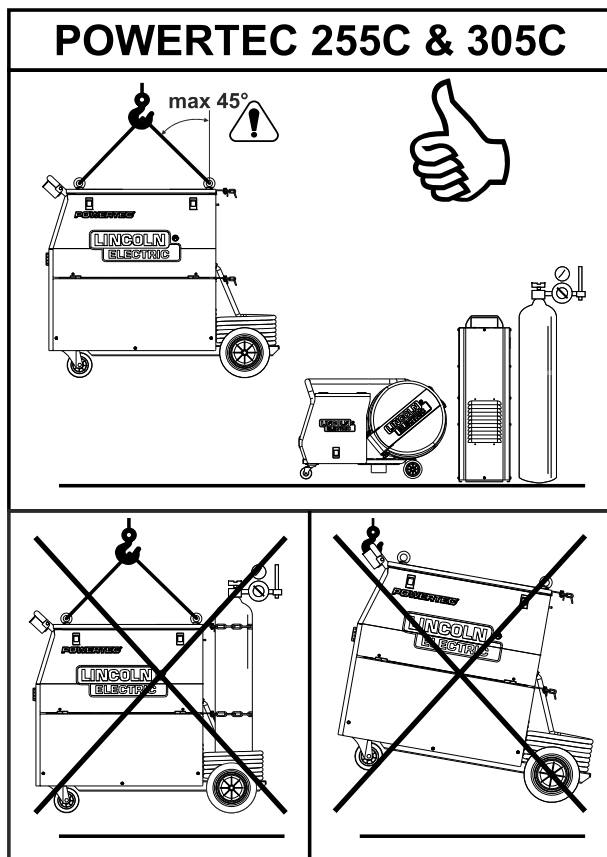

Bild 21
Säker transport och lyftning av POWERTEC® 255C och 305C (se bild 21):
- Skruva i en lyftögla och belasta axiellt i 45 graders vinkel som i bild 21.